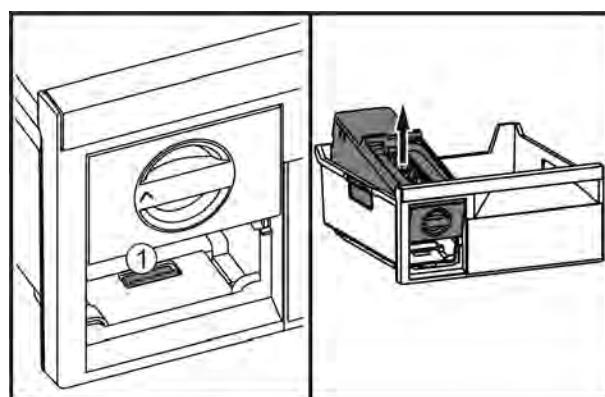

Fig. 30
- Нажать на накладку Fig. 30 (1), EasyTwist-Ice поднять сзади и вынуть из выдвижного ящика морозильника.